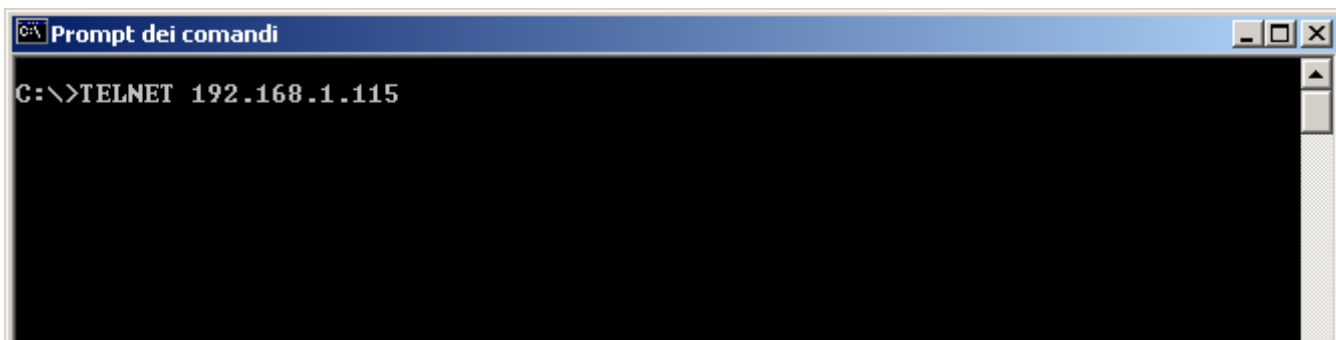

Fig. 2
1. Aprire un prompt dei comandi e digitare TELNET seguito dall'indirizzo IP del dispositivo, per poter accedere alla maschera di configurazione. In Fig. 2 è rappresentata la procedura ipotizzando come indirizzo IP "192.168.1.115".